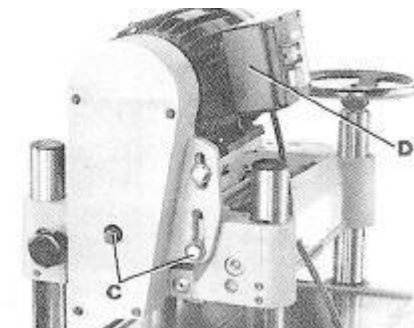

Рис. 43
3. Ослабьте два винта (С), Рис. 43, и поверните узел двигателя (D) вперед, как показано на Рис. 43. ПРИМЕЧАНИЕ: При повороте двигателя вперед натяжение ремня не нарушается. ПРЕДУПРЕЖДЕНИЕ: ФРЕЗЕРНАЯ ГОЛОВКА И НОЖИ ТЕПЕРЬ ОТКРЫТЫ И НЕОБХОДИМО ПРОЯВЛЯТЬ ПРЕДЕЛЬНУЮ ОСТОРОЖНОСТЬ, ТАК КАК НОЖИ ОЧЕНЬ ОСТРЫЕ.